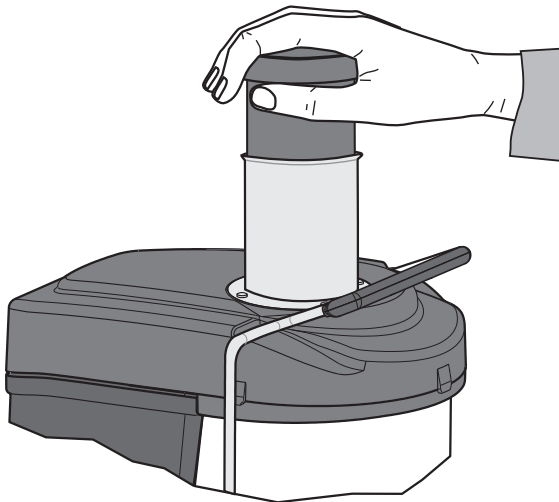

Fig. 7
- 6** Utilizando el empujador en dotación, introducir gradualmente la fruta y/o la verdura a fondo en el tubo de entrada hacia el disco dentado en rotación (véase Fig. 7). Para obtener más zumo, apretar lentamente pero en forma continua el empujador. No introducir fruta y/o verdura cuando el motor está apagado.